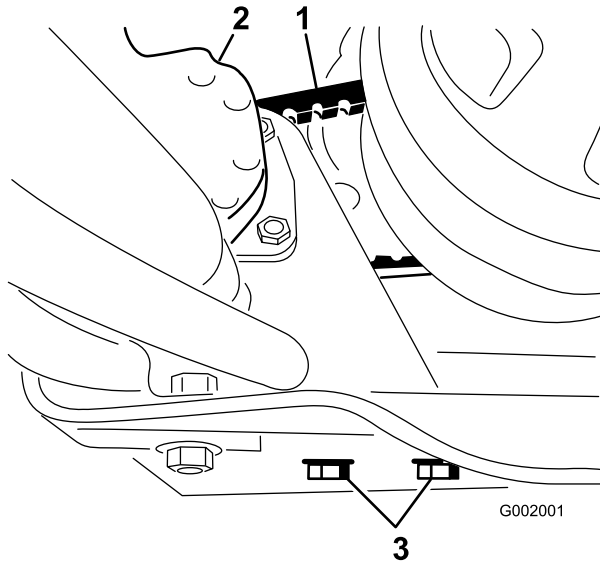

Bild 64
2. Lösen Sie die Befestigungsschrauben der Lenkpumpe (Bild 64).